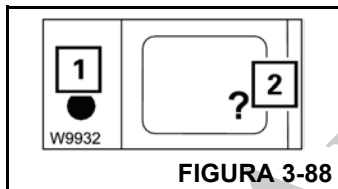

FIGURA 3-88
- Se o modo de movimentação de carga não for permitido, a lâmpada (1) (Figura 3-88) acende. Pressione uma vez o botão (2) para exibir os códigos de erros. Consulte *Códigos de erros*, página 3-111.